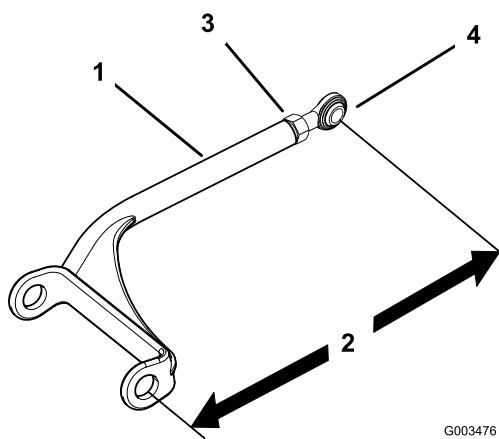

Figura 52
2. Ajuste cada lado en la misma cantidad. Cada brazo de empuje debe tener una longitud de 384 mm (Figura 52).